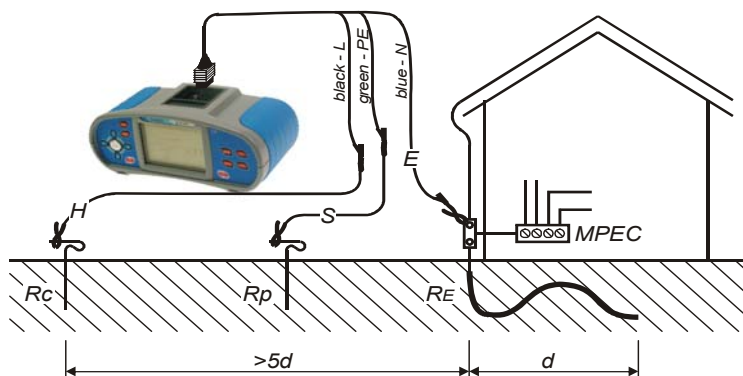

Рисунок 5.29 – Сопротивление заземления, 3-х проводное измерение
- ❑ **Подключите** испытательные провода и испытываемому объекту (см. рис. 5.29, 5.30).